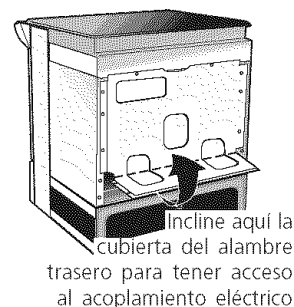

Figura 2
1. Retire los 3 tornillos de la parte baja de la cubierta del cable trasero (cubierta de acceso), luego levante la cubierta hacia arriba para tener acceso al bloque de conexión de la terminal. (vea figura 2)